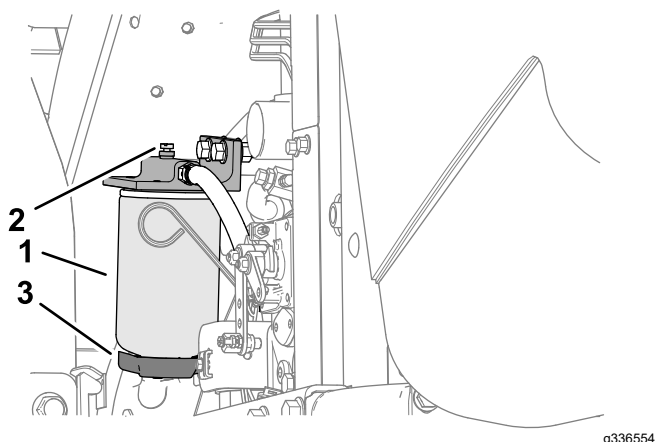

Figure 71
4. Desserrez le robinet de vidange au bas de la cartouche du filtre (Figure 71).
3. Nettoyez la surface autour des supports de la cartouche du filtre (Figure 71).